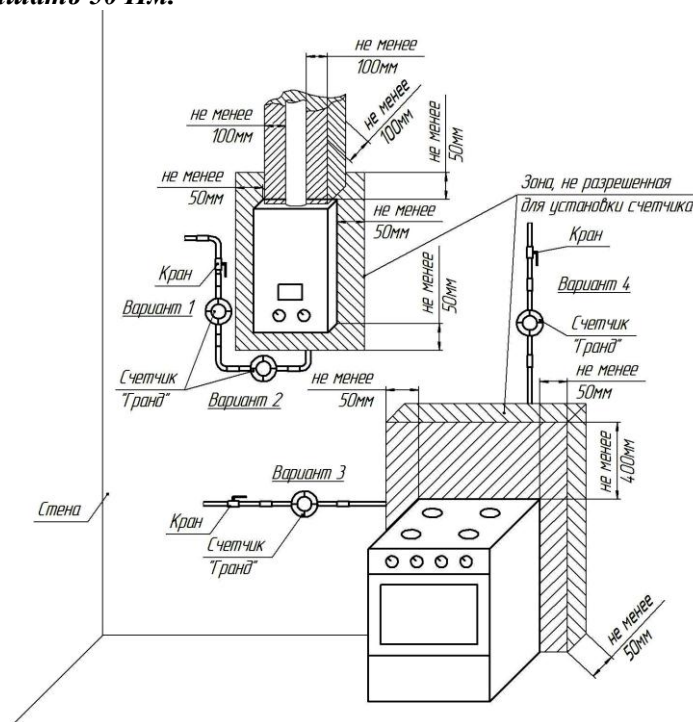

Рисунок 2
5.4.1 Установить счетчик на вертикальном или горизонтальном участке газопровода (рисунок 2). **ВНИМАНИЕ! Запрещается устанавливать счетчик над источником тепла или открытого пламени! Направление стрелки на корпусе счетчика должно совпадать с направлением потока газа в газопроводе.** Допускается установка счетчика в любом удобном для потребителя положении, не противоречащем правилам установки и монтажа газового оборудования. Наличие прямых участков до и после счетчика не требуется.